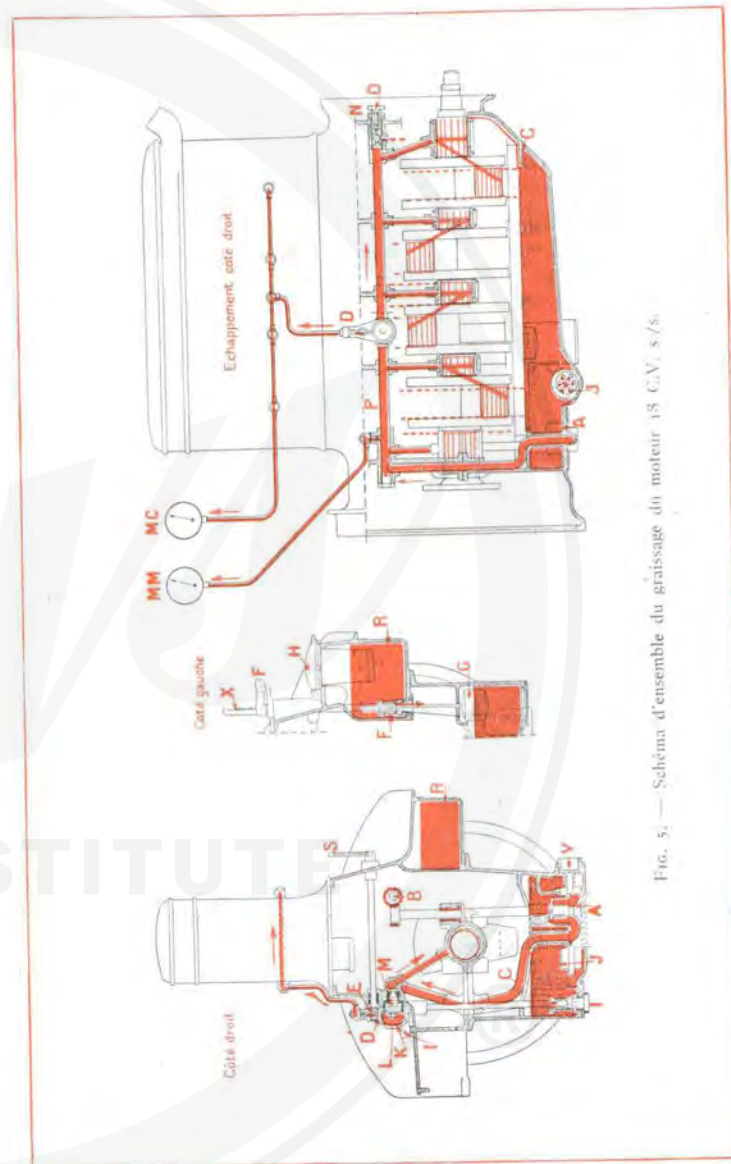

Fig. 5. — Schéma d'ensemble du graissage du moteur 18 C.V. s/s.
### Moteurs 12 C.V. et 18 C.V. sans soupapes (Fig. 5, 18 C.V. s/s).
Dans les 12 C.V. s/s. et 18 C.V. s/s. orienter le robinet I. (Fig. 5) sur la position « Vidange ». Faire tourner le moteur à faible ralenti, à vide, pendant une minute environ pour compléter la vidange.
**Vérification du graissage sous pression des 12 C.V. s/s. et 18 C.V. s/s.** (Fig. 5). — Cette vérification est importante, car les têtes de bielles ne sont lubrifiées que si la pression d'huile se maintient supérieure à la force centrifuge, calculée à la périphérie des tourillons de vilebrequin, pour que l'huile y pénètre.